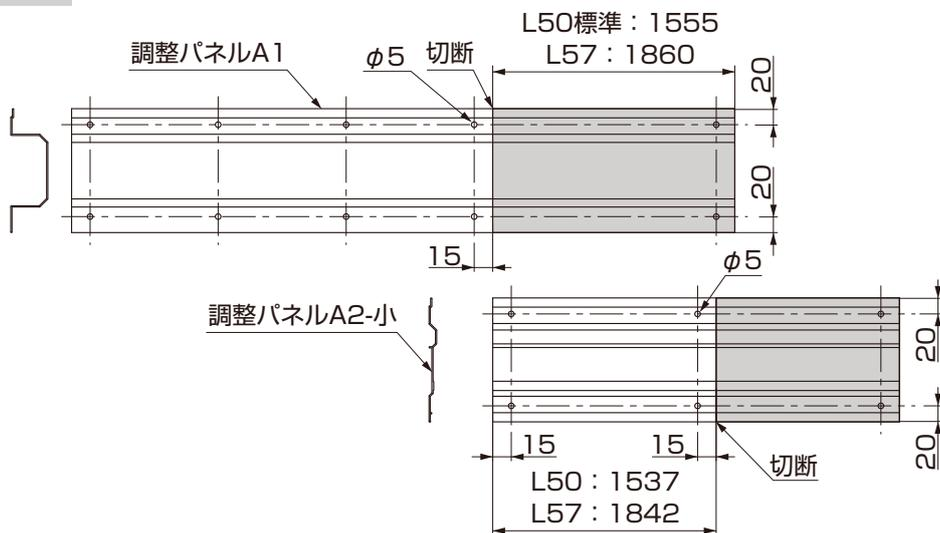

図1-1 調整パネルAの加工
- ①調整パネルA1、調整パネルA2-小を加工してください。(図1-1参照)
- ②パネルフレームにφ3.5の穴加工をしてください。
- ③幕板固定部材取付け金具をパネルフレームに【8-1】で取付けてください。
- ④幕板固定部材を幕板固定部材取付け金具に【8-2】で取付けてください。